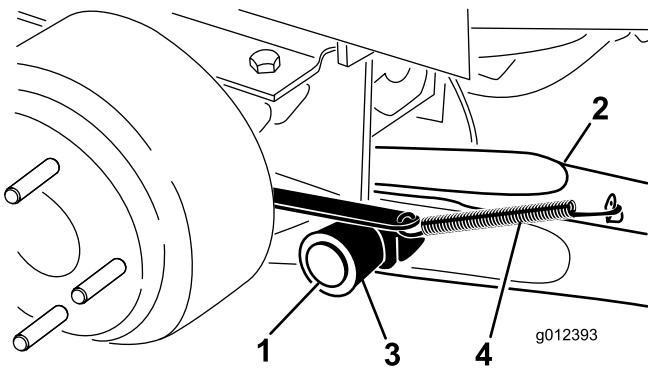

Figura 3
4. Monte um braço de elevação no apoio da articulação com um pino de articulação e um contrapino (Figura 3). Monte o braço de elevação com a dobradura posicionada para fora.
5. Coloque a mola de retorno do travão na patilha no braço de elevação (Figura 3).